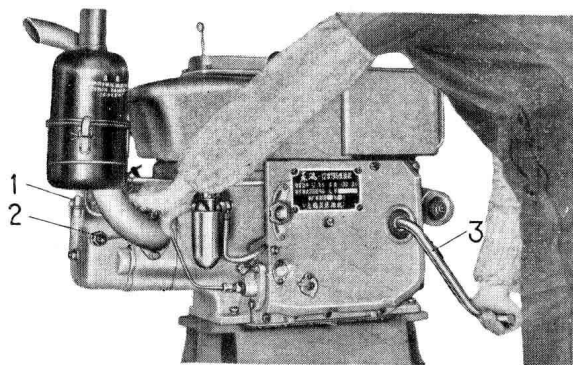

图7 摇车起动
2. 左手打开减压器，右手摇转柴油机，并逐渐加快，当转速摇到最快时，迅速放松左手，使减压器依靠其自身的弹簧扭力回复，此时气缸内气体受到压缩，但右手仍应握住起动手柄继续全力摇转，柴油机即能起动(图7)。